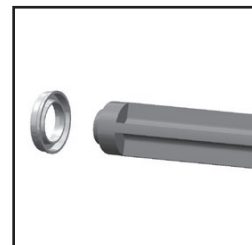

Fig. 32
7. Colocar el nuevo sello trasero en una herramienta de servicio; las muescas deben corresponder a la forma de la herramienta de servicio (Ver Fig. 32)